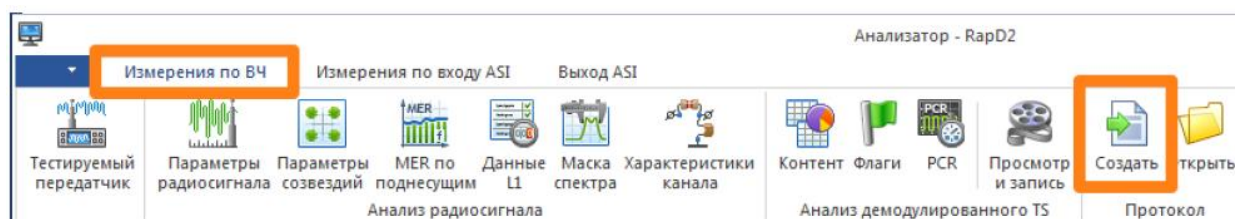

Рисунок 7
9.3 Для создания протокола измерения параметров передатчика нажмите кнопку «Создать» в меню вкладки «Измерения по ВЧ» (см. рисунок 7). Анализатор в течение нескольких минут создаст протокол измерения параметров в соответствии с ПТЭ.